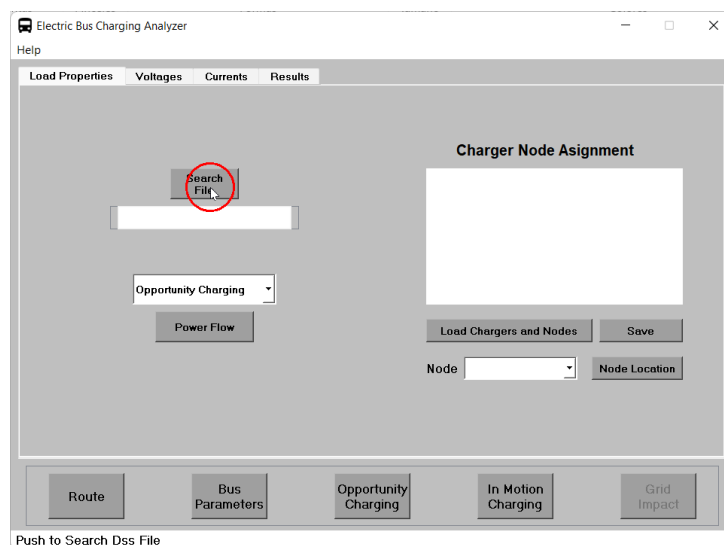

Figura 48: Búsqueda de archivo.
1. Primeramente, se presiona el botón **Search File** como se muestra en la figura 48 para buscar el archivo **.dss**.